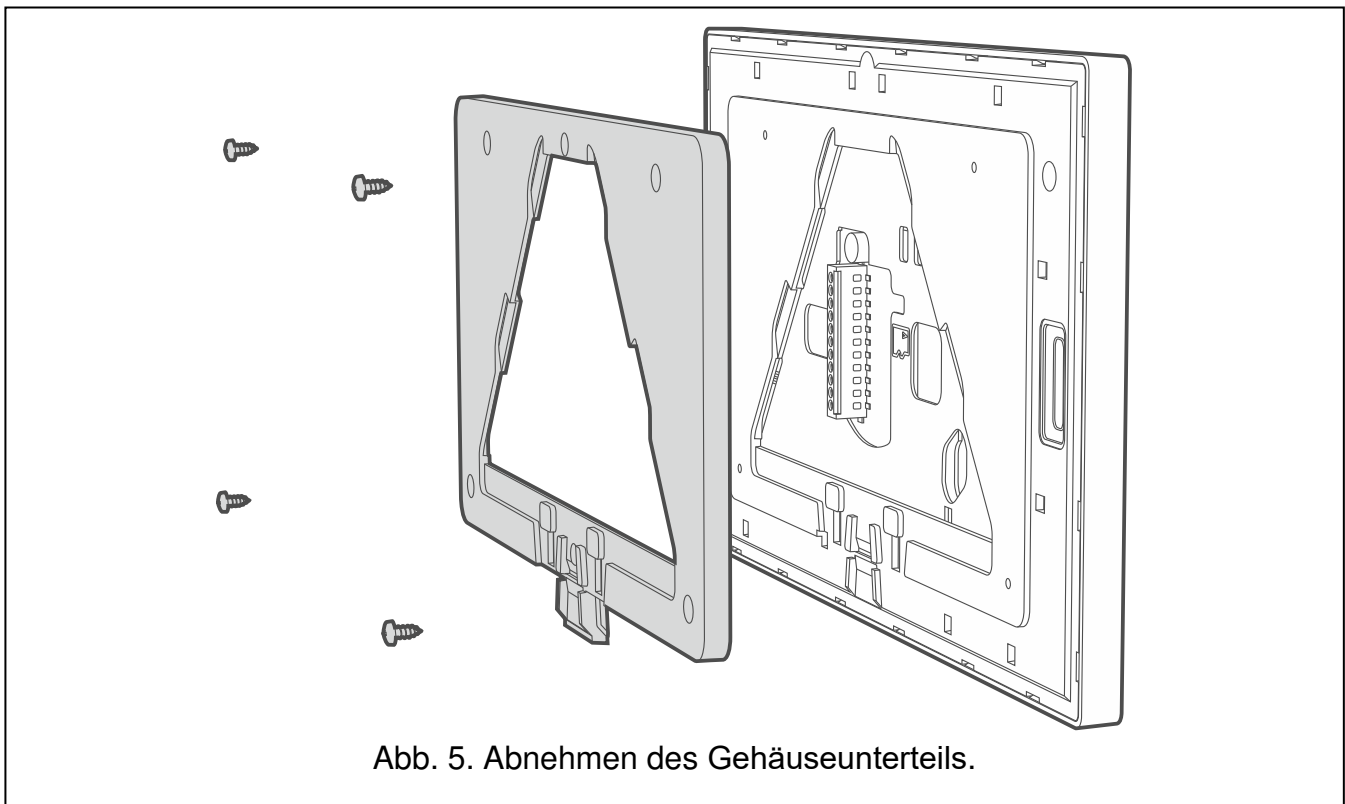

Abb. 5. Abnehmen des Gehäuseunterteils.
2. Drehen Sie die Schrauben heraus und nehmen Sie das Gehäuseunterteil ab (Abb. 5).